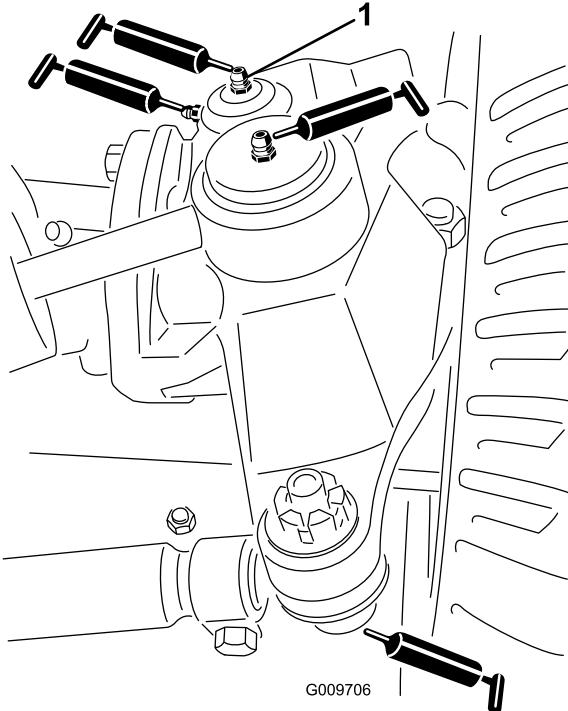

Figura 43
- Giunti sferici (2) del cilindro di sterzo (Figura 43)
- Giunti sferici (2) del tirante (Figura 43)
- Boccole (2) del perno del fuso a snodo (Figura 43). **Il raccordo superiore sul perno del fuso a snodo richiede soltanto una lubrificazione annuale (2 pompage).**